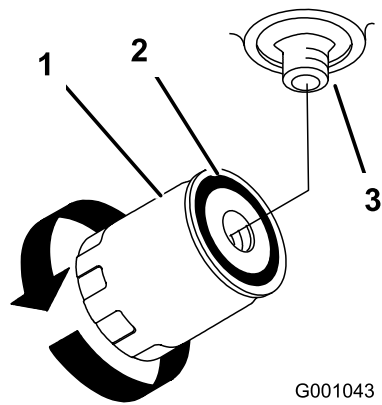

Figura 76
4. Aplique una capa fina a la junta de goma del filtro nuevo (Figura 76).
6. Llene el depósito de aceite hidráulico con aceite hidráulico hasta que éste rebose por encima del filtro, gire el filtro en el sentido de las agujas del reloj hasta que la junta de goma entre en contacto con el adaptador del filtro, luego apriete el filtro media vuelta más (Figura 76).